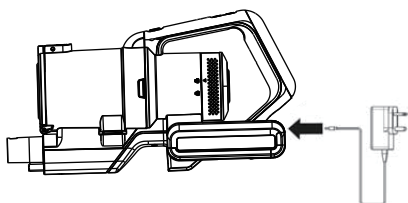

Рис. 1
2. Вставьте разъем зарядного устройства в отверстие на корпусе пылесоса и вставьте вилку в розетку (рис. 1).